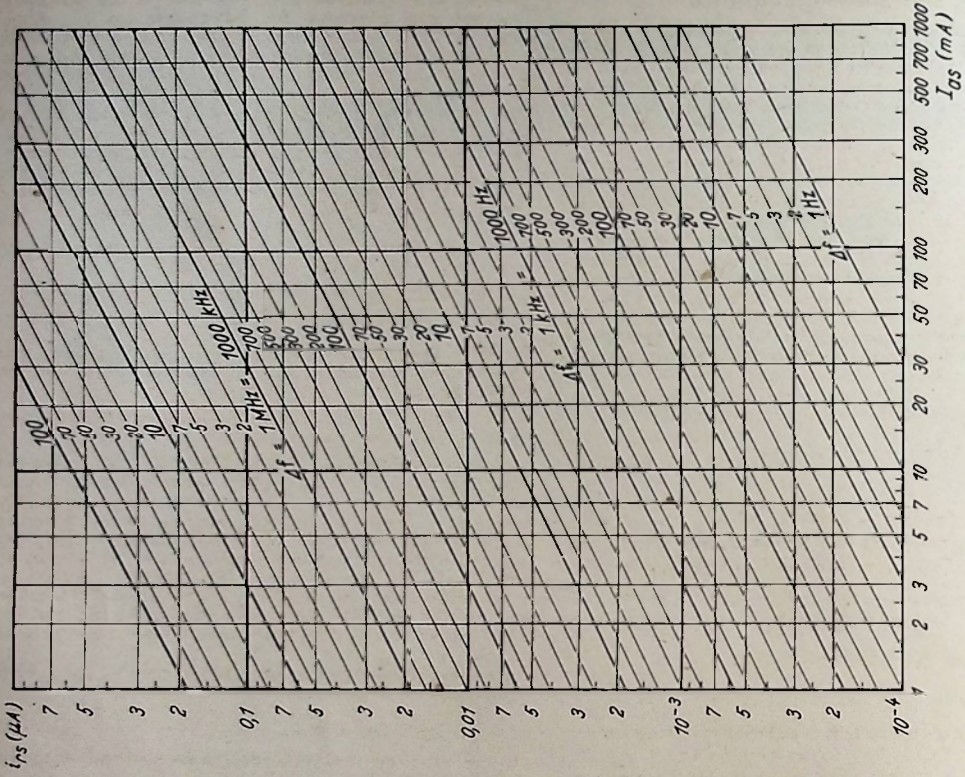

Bild 4. Diagramm zur Berechnung des Kurzschluß-Rauschstroms bei gegebenem Anodengleichstrom und gegebener Bandbreite für eine gestützte Entladung.
Das Diagramm Bild 4 stellt auf Grund von Formel (17) den Rauschstrom in Abhängigkeit vom Anodengleichstrom und der Bandbreite dar.